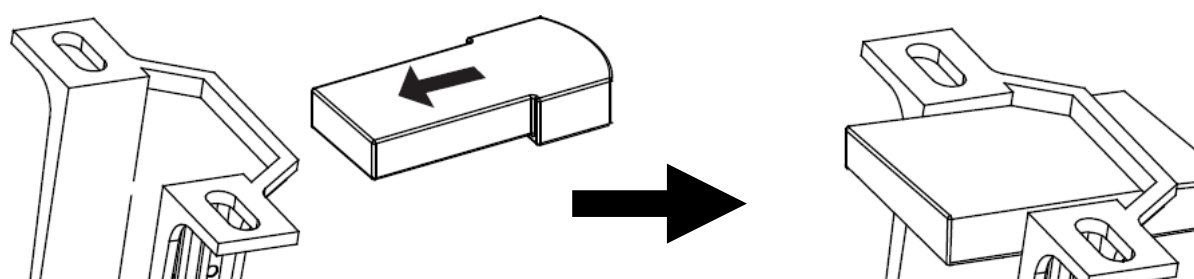

Fig. 9
- Insérez délicatement le récepteur de la télécommande dans l'espace restant à l'intérieur du support de montage, au-dessus de la rotule de suspension. Faites attention à ne pas détacher ou endommager les différents branchements. (étiquette 5 et Fig. 9).